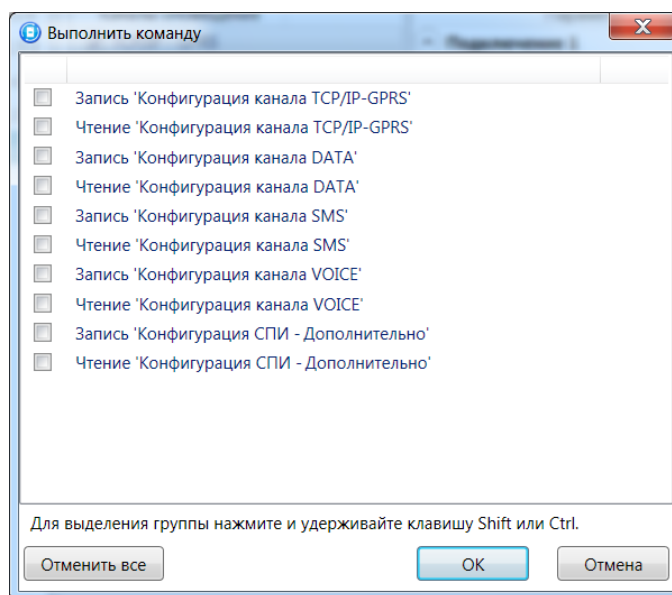

Рис. 9.2. Окно *Выполнить команду*
**Выполнить команду:** открытие окна *Выполнить команду* (рис. 9.2), с помощью которого можно записать или считать отдельные группы параметров (актуально при медленной скорости передачи данных или тарификации по объему передачи данных).